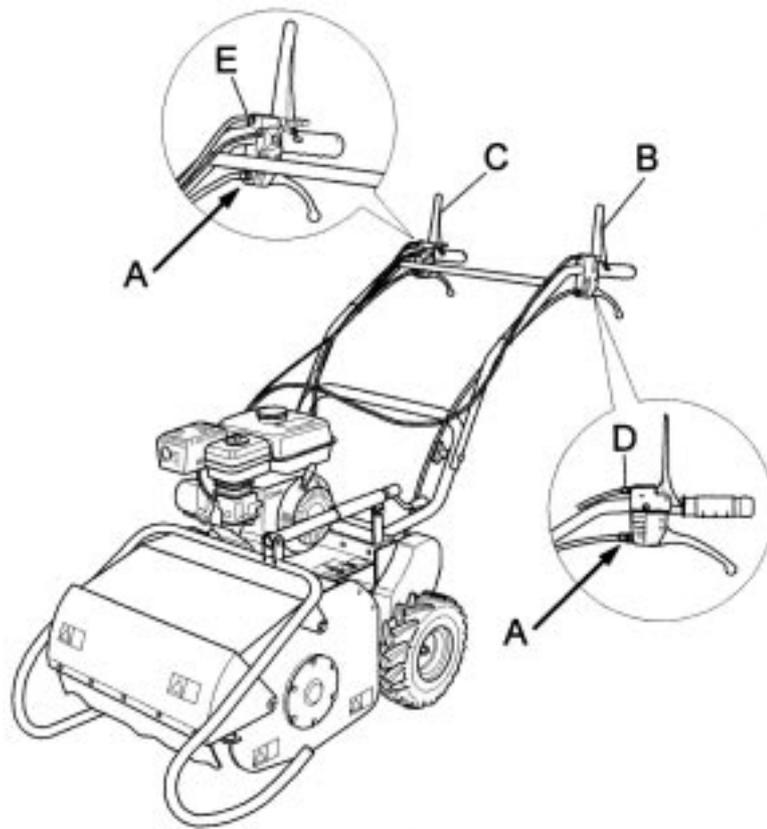
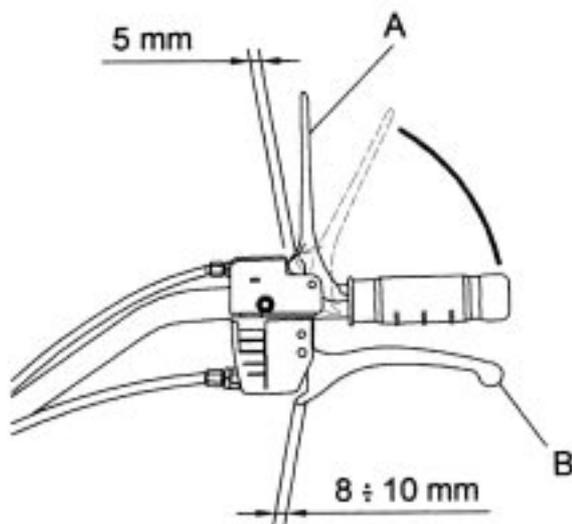

Fig. 4
Fig. 5
B1) CABLES DE DEBLOCAGE ROUES DROITE ET GAUCHE (FIG. 4 REF.A ET FIG.5 REF B)
Pour permettre le fonctionnement correct de la machine, le levier de commande déblocage roues droite et gauche doit présenter un jeu de 8/10mm(Fig. 5, réf.B). Dans le cas contraire, il est nécessaire d'intervenir sur la vis de réglage prévue à cet effet (Fig.4, réf. A), en la vissant ou en la dévissant.
B2) CABLE DE COMMANDE ROTOR PORTE LAMES (FIG. 4 REF. B)
Pour permettre le fonctionnement correct de la machine, le levier de commande rotor porte lames doit présenter un jeu de 5/6mm(Fig. 5, réf.A). Dans le cas contraire, il est nécessaire d'intervenir sur la vis de réglage prévue à cet effet (Fig.4, réf. D), en la vissant ou en la dévissant.
Il est aussi possible d'effectuer cette vérification au moyen du levier de commande du rotor porte lames. En effet, si une certaine résistance est constatée immédiatement dès qu'il est abaissé et si cette résistance est constante jusqu'à la fin de sa course, cela signifie que le câble du frein est privé du jeu nécessaire à son fonctionnement. La figure 5, réf A indique la situation de fonctionnement optimale. Par conséquent, le levier, durant la première partie de son parcours sur environ 5 mm (levier en pointillés), présente une résistance inférieure par rapport à la seconde partie (ligne continue).
B3) CABLE DE COMMANDE AVANCE MACHINE (FIG. 4, REF.C)
Pour permettre le fonctionnement correct de la machine, le levier de commande avance machine doit présenter un jeu de 5/6mm(Fig. 5, réf.A). Dans le cas contraire, il est nécessaire d'intervenir sur la vis de réglage prévue à cet effet (Fig.4, réf. E), en la vissant ou en la dévissant.
- Ensuite, répéter le même contrôle mais en maintenant le levier de déblocage roues levé (fig. 5, réf. B). A ce point la poulie doit pouvoir tourner librement.
LES DEUX FREINS SONT CORRECTEMENT REGLES LORSQUE LES LEVIERS DE COMMANDE ROTOR PORTE-LAMES (FIG. 4, REF.B) ET D'AVANCE MACHINE (FIG. 4, REF.C) PRESENTENT LES 5 MM DE JEU INDICUES AU PARAGRAPHE « REGLAGE CABLES DE COMMANDE ». CEPENDANT, AU CAS OU LES FREINS NE N'ACCOMPLIRAIENT PAS LEUR FONCTION DE SECURITE ALORS QUE LE REGLAGE LEVIERS ET CORRECT, IL EST NECESSAIRE DE VERIFIER L'USURE DU FERODO ET, EVENTUELLEMENT DE PROCEDER AU REMPLACEMENT DES FREINS.